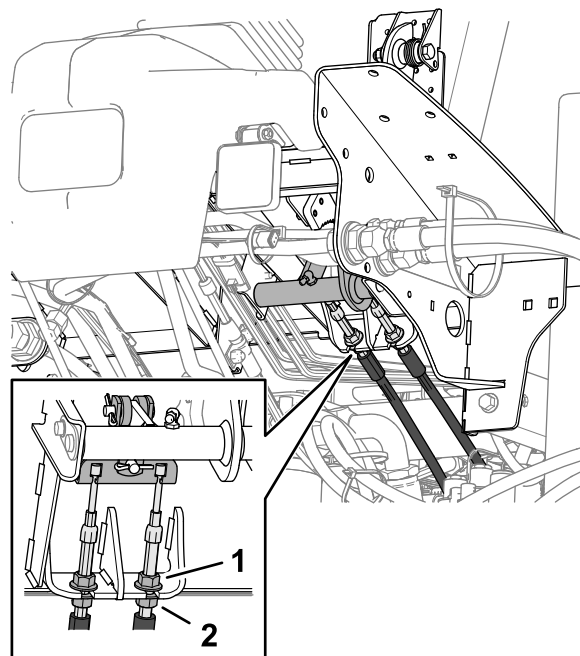

Figura 108
5. Para reducir el recorrido libre del pedal de freno, afloje las contratuercas delanteras del extremo roscado de cada cable de freno (**Figura 108**).